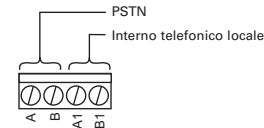

Figura 1: Collegamento del modulo
2. Collegare il modulo (Figura 1). Collegare solo a circuiti designati TNV (circuiti a tensione di rete per le telecomunicazioni) secondo lo standard di sicurezza EN60950.